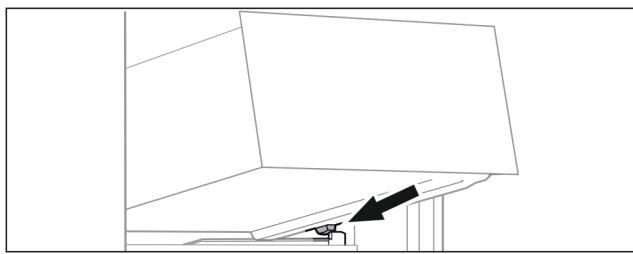

Fig. 82
- Наклоняя вниз, установите выдвижной ящик за стопоры на контейнерное ребро. (см. Fig. 82)